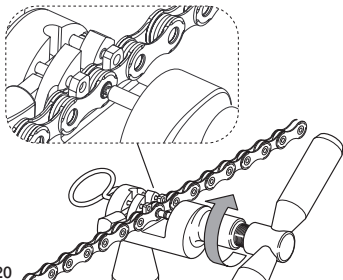

Fig.20
- Atornillar la herramienta hasta poner la pieza de empuje en contacto con el extremo saliente del casquillo ULTRA-LINK 5-CN-SR700 y, realizando aproximadamente 3/4 de vuelta, ejercer una fuerza moderada en la misma hasta deformarla (Fig. 20).